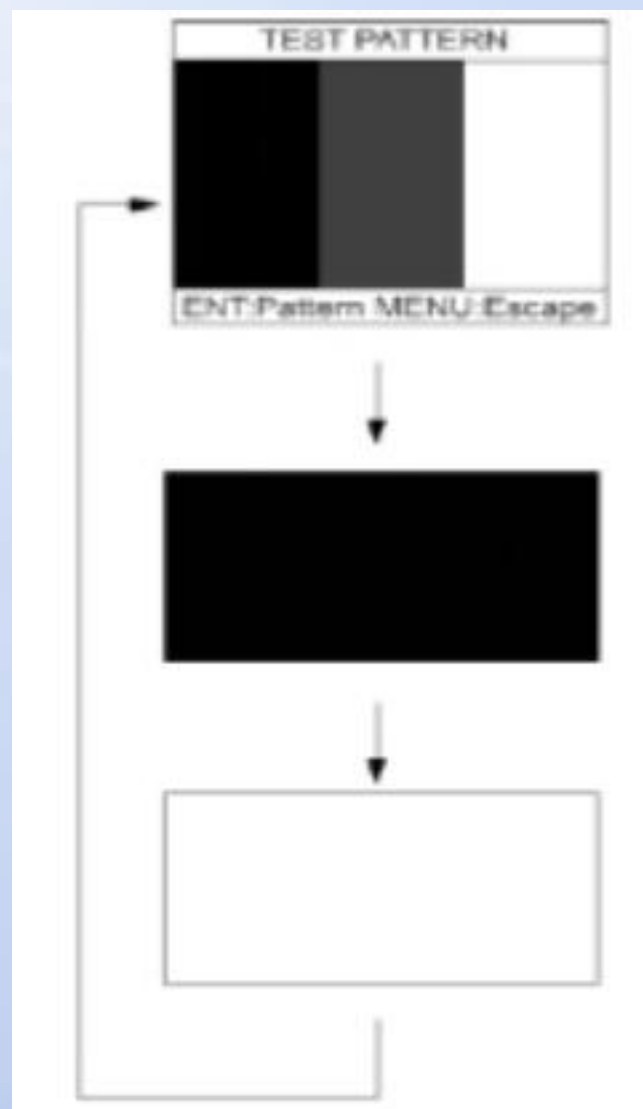

图6 显示测试屏幕
2) 要更改测试模式，请按NU/CU ENT键。每次按下键，就会出现如图6所示的其中一种模式。